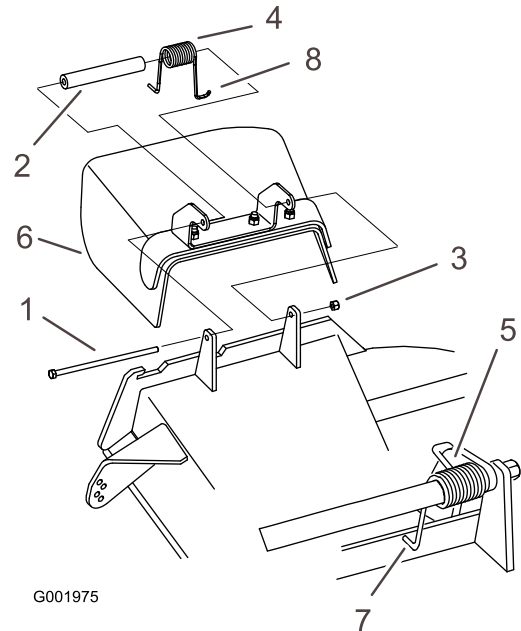

Figura 77
1. Retire la contratuerca, el perno, el muelle y el espaciador que sujetan el deflector a los soportes de pivote (Figura 77). Retire el deflector de hierba dañado o desgastado.
Nota: Asegúrese de colocar el extremo en **L** del muelle detrás del reborde de la plataforma antes de instalar el perno, según se muestra en la Figura 77.
3. Instale el perno y la tuerca. Coloque el extremo en **J** del muelle alrededor del deflector de hierba (Figura 77).